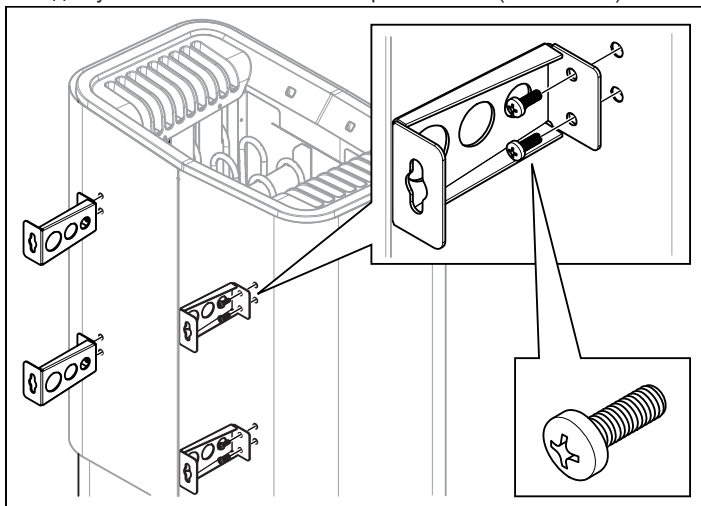

Рисунок 10: Крепление кронштейнов к нагревателю
3. Подключите электрический кабель (1) к клемме (2) (см. Рисунок 10) согласно схеме соединений (см. раздел Подключение/Схема соединений, страница 37).
8. Открутите первые два винта на задней стороне нагревателя и прикрутите один из четырех кронштейнов. Повторяйте процедуру для установки всех остальных кронштейнов (см. Рис. 10).